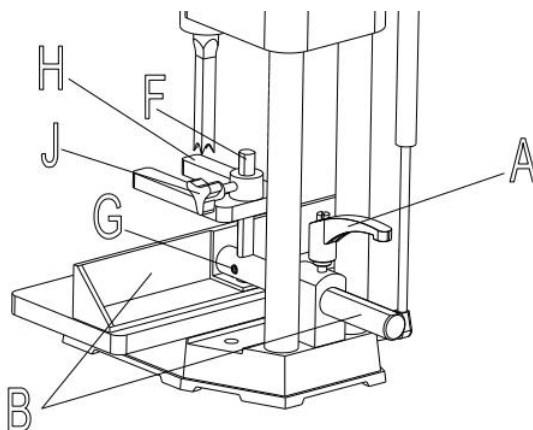

Fig.7
5.Localisez l'ensemble de la poignée et retirez la vis (A) Fig.7 et le ressort (B) de la poignée
6. Insérez la barre de l'assemblage de clôture (E) Fig. 7, à travers le trou de la colonne comme indiqué.
7. Insérez la barre (F) Fig. 7, dans le trou situé sur le dessus du guide comme indiqué, et serrez l'ensemble.
8. Assembler la cale vers le bas (H) Fig. 7, sur la barre (F) comme indiqué, et serrer